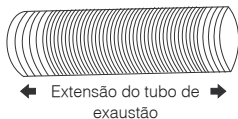
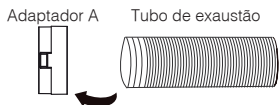

Fig.1
Fig.2
**03.** Estenda um dos lados do tubo de exaustão (Fig.1) e encaixe o adaptador A na extremidade do tubo de exaustão. (Fig.2).